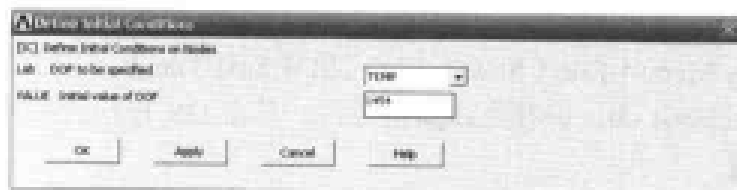

图 13-140 定义初始温度对话框
(4) 选择 Main Menu | Solution | Define Loads | Apply | Initial Condit'n | Define 命令，单击 Pick All 按钮，出现 Define Initial Conditions on Nodes 对话框，在 Lab DOF to be defined 列表框中选择 TEMP 选项，在 VALUE Initial value of DOF 文本框中输入 1454，如图 13-140 所示，单击 OK 按钮关闭该对话框。